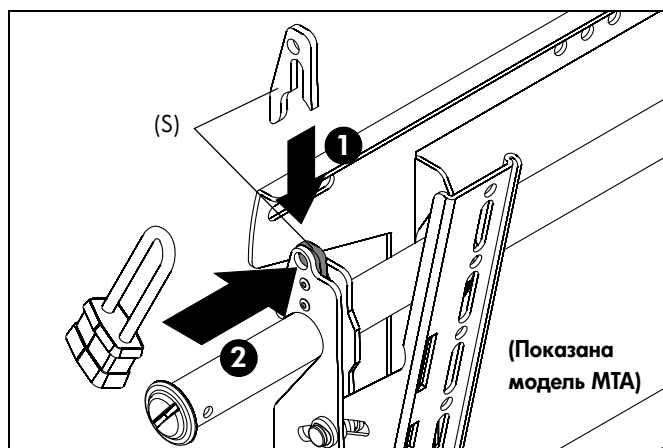

рис. 10
1. Установка на крепление дополнительной защитной скобы (S или T). (См. рис. 10)